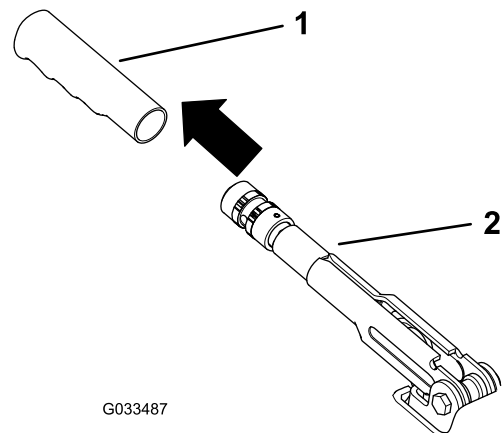

Figura 56
1. Scoatei capul de prindere din cauciuc de pe maneta frânei de parcare (Figura 56).
5. Montați capul de prindere la maneta frânei de parcare (Figura 56).